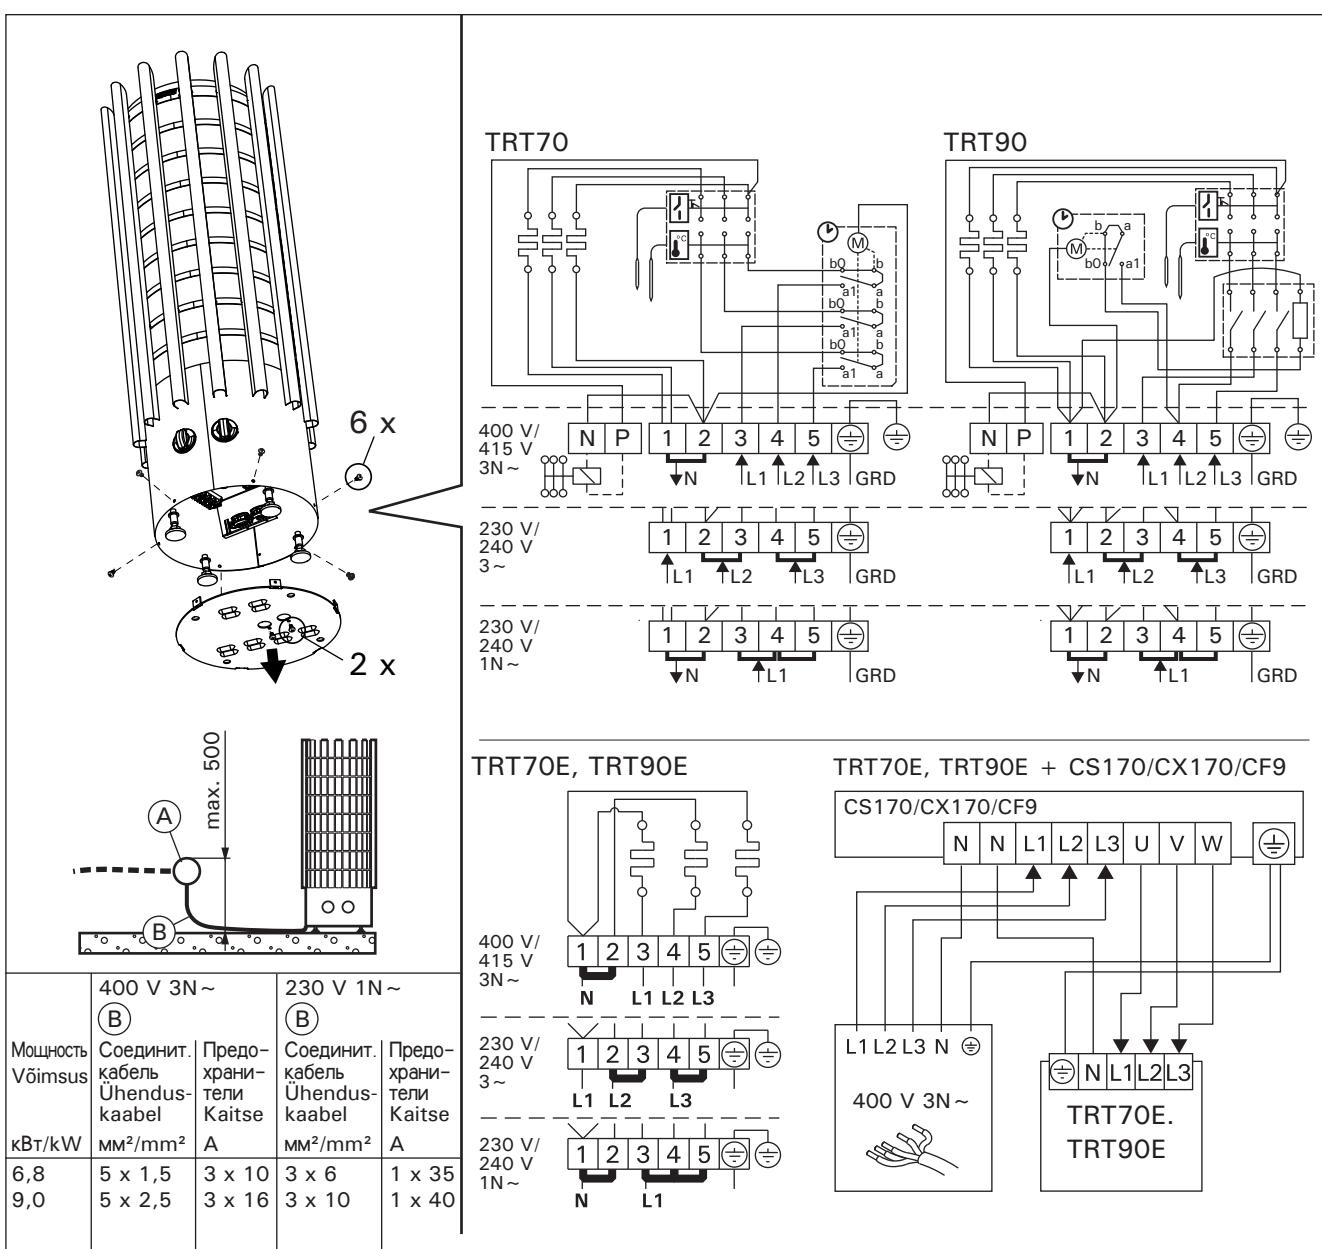

Рисунок 7. Электромонтаж
- Каменка гибким проводом подсоединяется к соединительной коробке (рис. 7: A) на стене сауны. Соединительная коробка должна быть брызгозащищенной и находиться на расстоянии не более 500 мм от пола.
- В качестве кабеля (рис. 7: B) следует использовать резиновый кабель типа HO7RN-F или подобный.
- Кроме клемм питания каменки TRT70/TRT90 оснащены также клеммой (P), которая делает возможным управление электрическим нагревом (рис. 7). Управляющее напряжение передается от каменки, когда она включена. Кабель управления электронагревом подводят прямо к соединительной коробке каменки и дальше с помощью резинового кабеля, равного по сечению соединительному кабелю, к клеммнику.